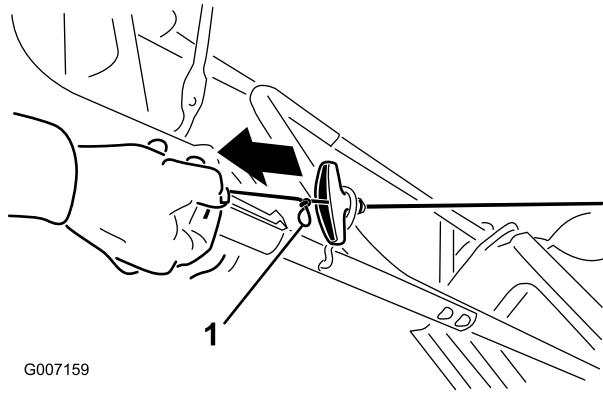

Figure 5
2. Défaire le nœud coulant du lanceur (Figure 5).